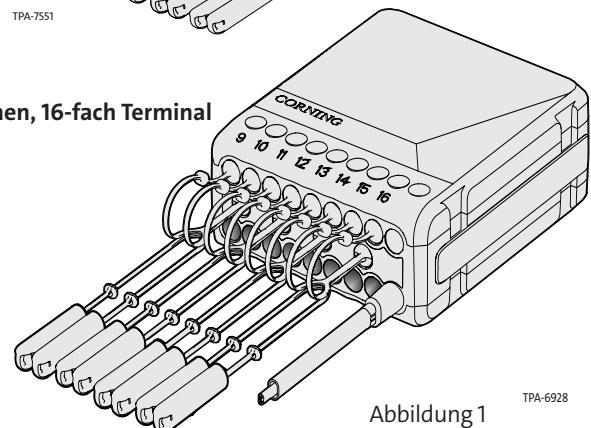

Abbildung 1
- Ein Terminal mit 2, 4, 6, 8, 12 oder 16 Anschlüssen (Abbildung 1)